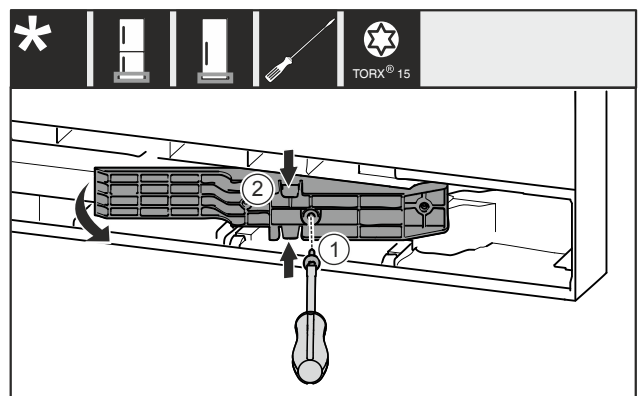

Fig. 18 *
- ▶ Schraube Fig. 18 (1) entfernen.*
- ▶ Adapterstück Fig. 18 (2) oben und unten leicht zusammendrücken und herausziehen.*